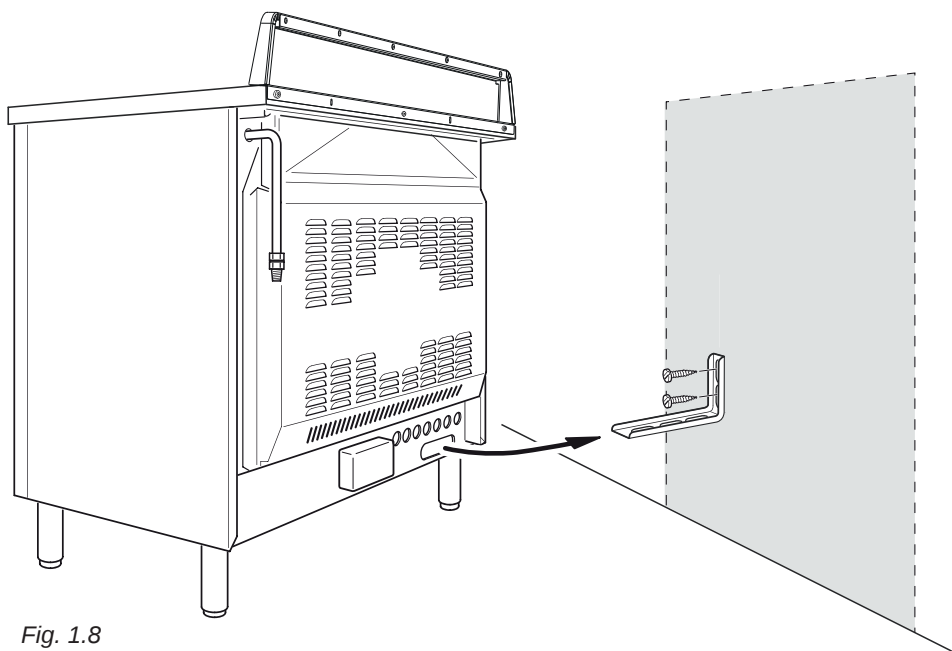

Fig. 1.8
1. Une fois que vous avez décidé où installer la cuisinière, faites deux marques sur le mur ; ces marques correspondent aux endroits où les 2 vis de l'équerre anti-basculement doivent être vissées. Suivez les indications présentées sur le schéma fig. 1.8.
4. Déplacez la cuisinière près du mur et ajustez la hauteur de l'équerre anti-basculement de sorte qu'elle puisse entrer dans l'emplacement prévu à l'arrière de la cuisinière, comme sur le schéma fig. 1.8.